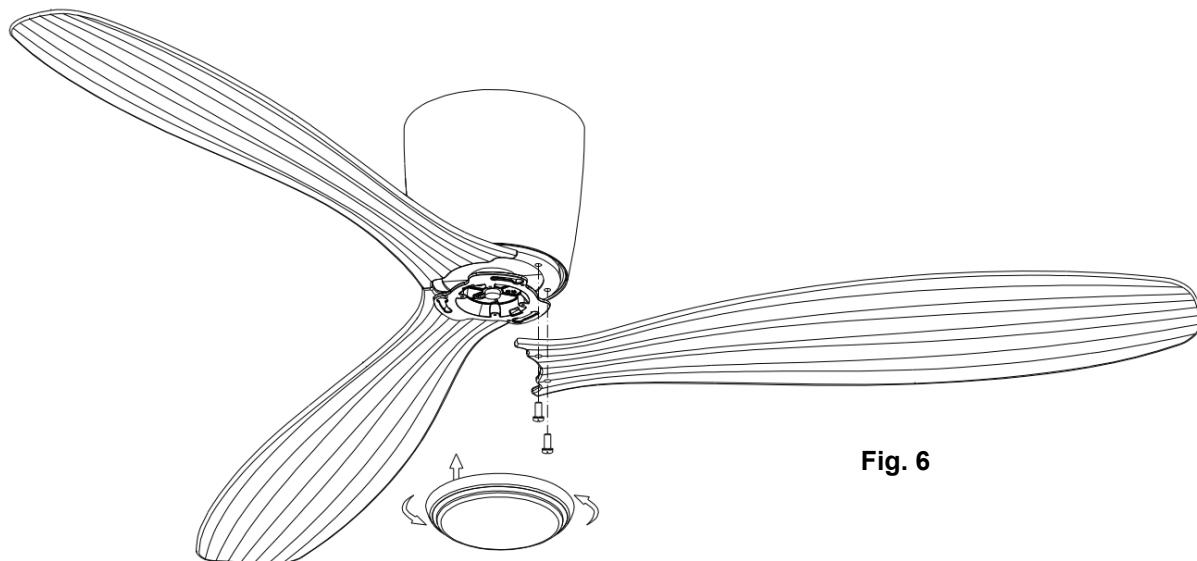

Fig. 6
- 실링팬 날개의 방향을 어셈블리에 맞춥니다 Fig.6
- 두 개의 날개 나사를 사용하여 날개를 모터의 팬 어셈블리에 장착합니다 Fig.6